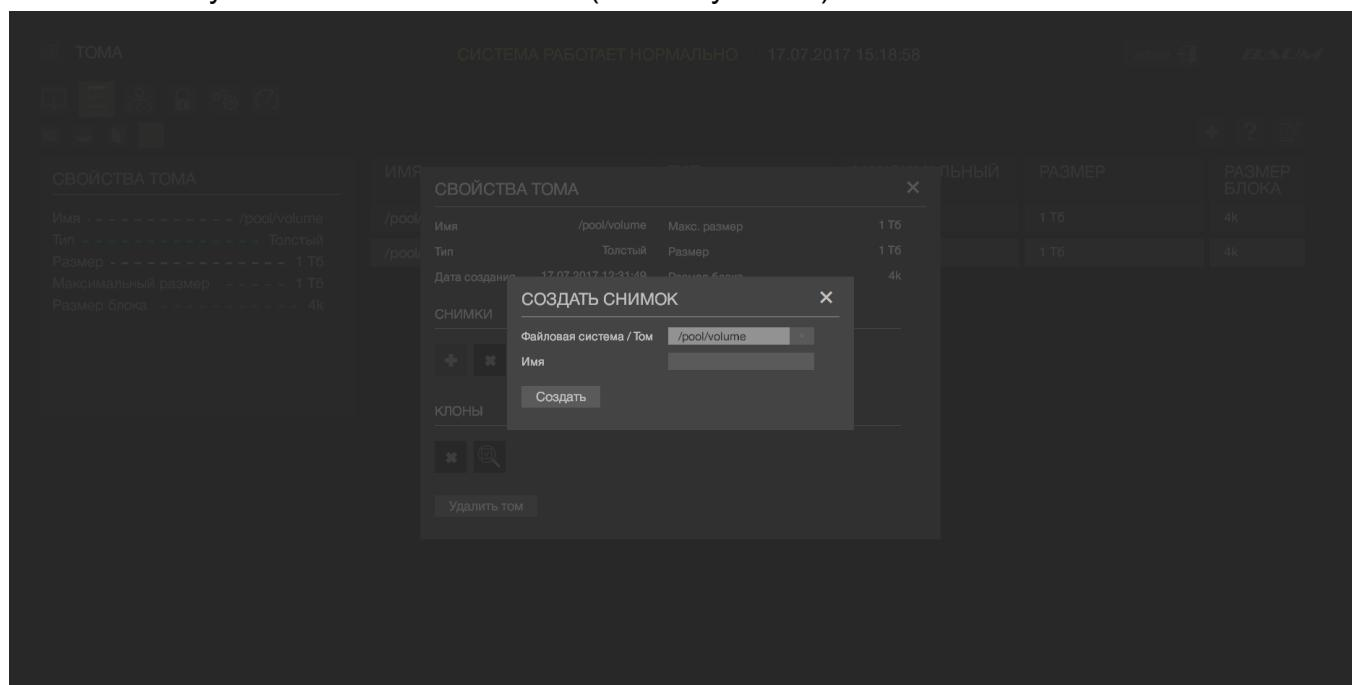

Рисунок 81 – Создание снимка Тома
- 4) В результате появится еще одно модальное окно, где нужно указать Файловую систему либо Том и имя снимка (см. Рисунок 81).